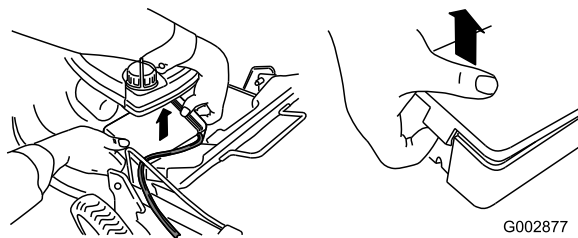

Рисунок 7
- Расфиксируйте оба торца крышки батареи и снимите ее (Рисунок 7).